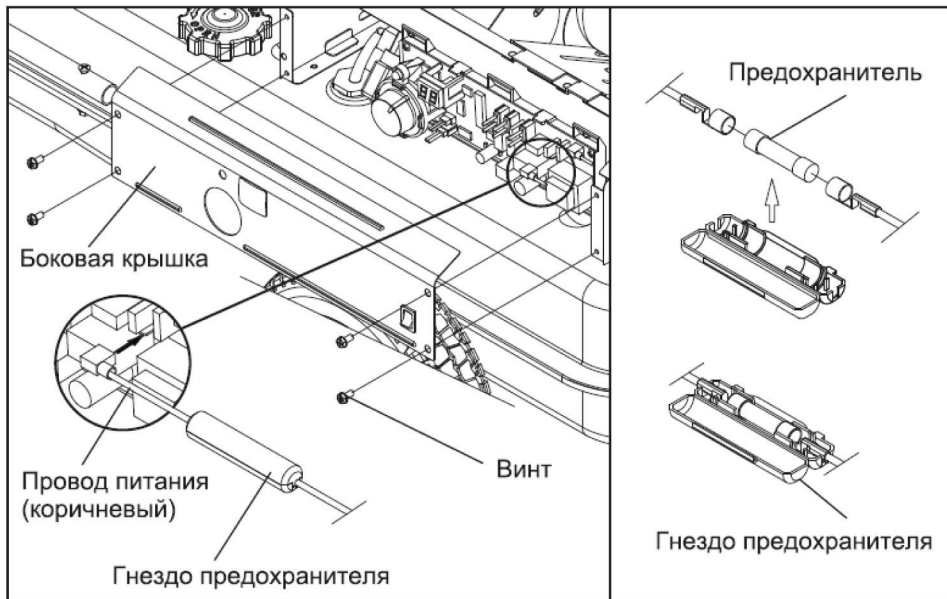

Рис. 16
**ПОРЯДОК ЗАМЕНЫ ПЛАВКОГО ПРЕДОХРАНИТЕЛЯ (РИС. 16)**